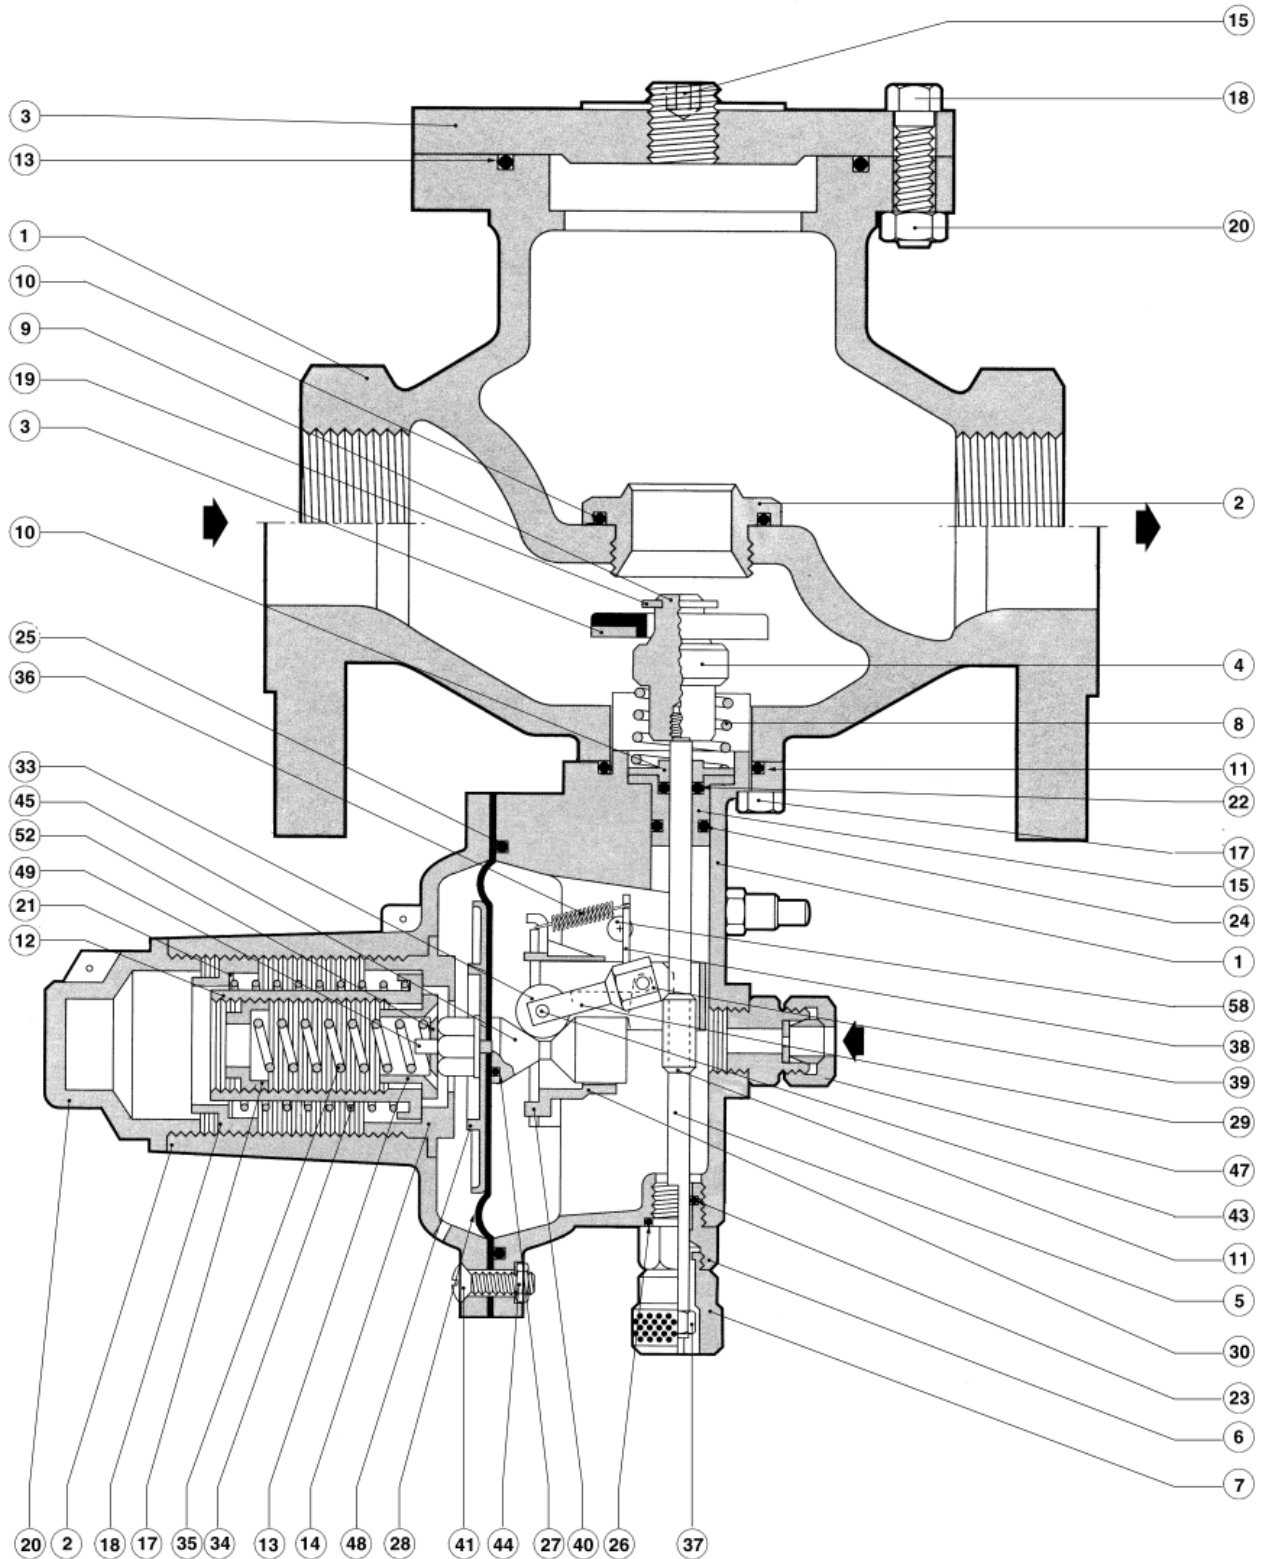

Fig. 8
5.1 TAB. 2 SICHERHEITSABSPERRVENTIL DILOCK (ABB. 8)
5.1 TAB. 2 VANNE DE SECURITE DILOCK (FIG. 8)
(Die jeweiligen Positionsnummern beziehen sich auf die Abb. 8)
(Les positions se réfèrent à la figure 8)